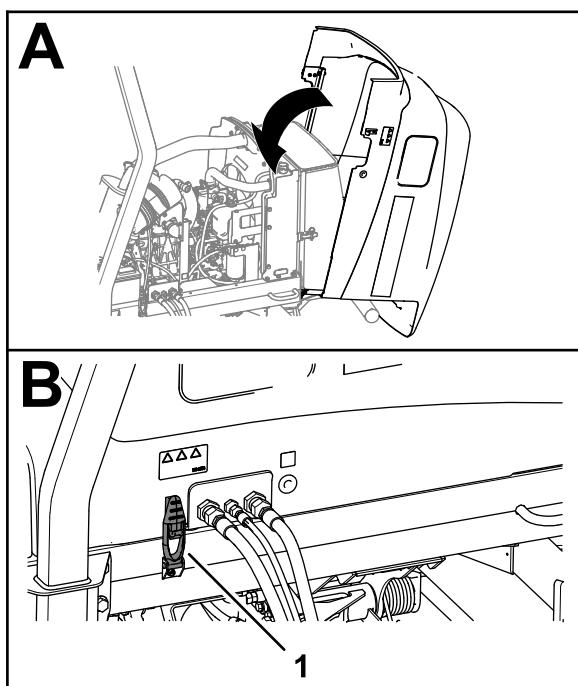

Figure 101
1. Refermez le capot avec précaution (Figure 101).